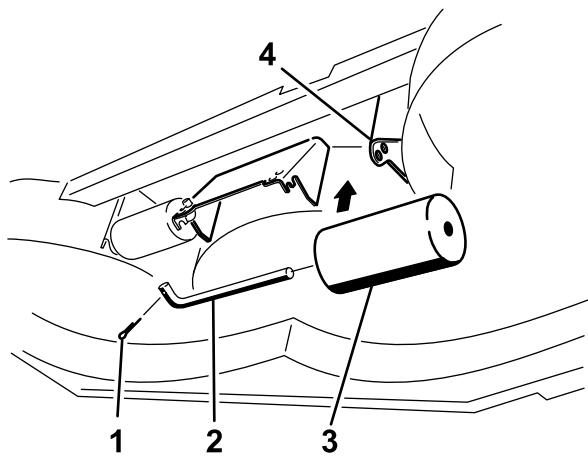

図 24
- デッキからローラをはずして希望する高さに付け直す；図 20～図 24のうち、該当するものを参照。